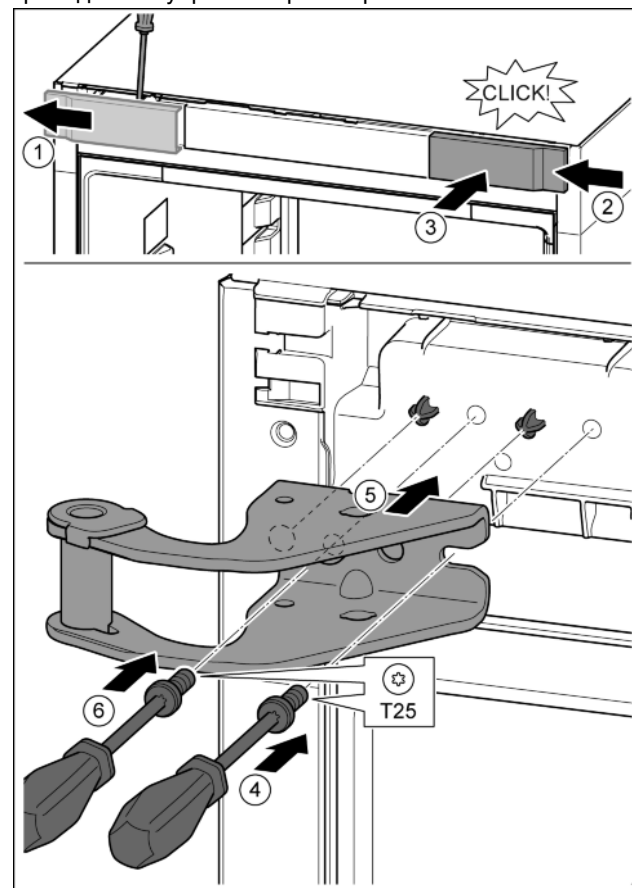

Fig. 9
- ▶ Крышку отсоединить с помощью отвертки и убрать в сторону. Fig. 9 (1)
- ▶ Навесить крышку, повернув ее на 180°, справа с другой стороны. Fig. 9 (2)
- ▶ Крышку зафиксировать. Fig. 9 (3)
- ▶ Установить винт отверткой T25. Fig. 9 (4)
- ▶ Установить верхний опорный кронштейн. Fig. 9 (5)
- ▶ Затянуть винт. Fig. 9 (4)
- ▶ Вставить и затянуть винт отверткой T25. Fig. 9 (6)